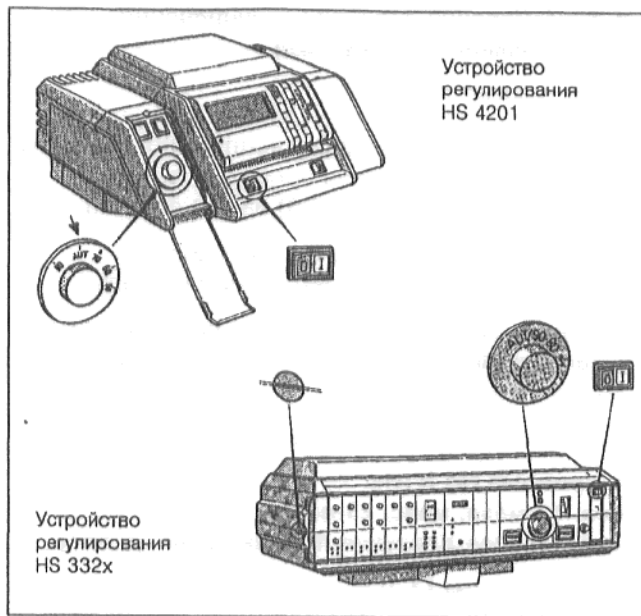
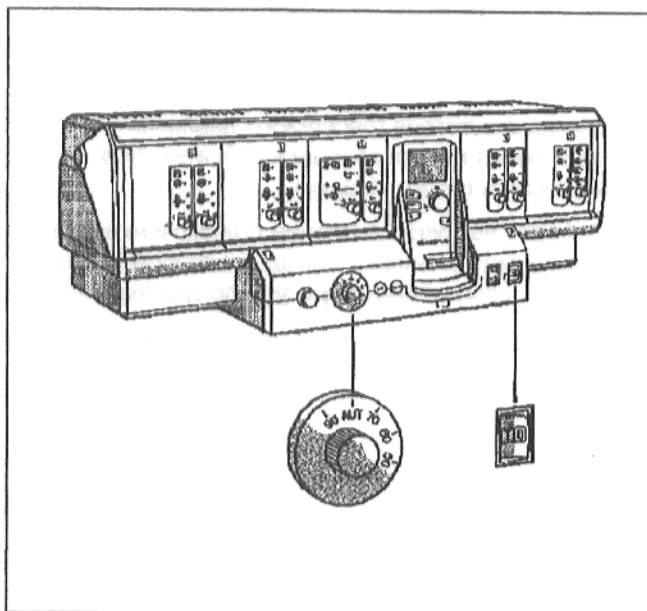

Рис. 24: Устройства регулирования HS 4201 и HS 332x
Рис. 25: Устройство регулирования 431x
- Удаление воздуха из линии подачи газа: Ослабить резьбовую пробку ниппеля контроля давления подключения и удаления воздуха на арматуре газовой горелки (Рис. 25) на два оборота. После того, как воздух перестанет выходить, закрыть обратно резьбовую пробку контрольного ниппеля.
- При устройстве регулирования HS 332x: Установить шлиц винта прозрачной крышки устройства регулирования (Рис. 24) в горизонтальное положение, например, с помощью монеты. Снять прозрачную крышку, подав ее вперед.
- Установить переключатель "Работа" (Рис. 24 или Рис. 25) в положение I (ВКЛ), для двойного котла - на обоих устройствах регулирования.
- При устройстве регулирования HS 4201: открыть левую закрывающую крышку (Рис. 24).
- **При G334 XZ:** Установить регулятор температуры воды подающей линии котла (Рис. 24 или Рис. 25) в положение "AUT" или на 80 °С. При постоянном регулировании установить на желаемую температуру (мин. 50 °С).
Установить регулятор температуры воды подающей линии котла (Рис. 24 или Рис. 25) в положение "AUT" или на 80 °С.
Установить регулятор температуры воды подающей линии (Рис. 24) одного блока котла на желаемую температуру (мин. 50 °С). В результате режим блока котла 1 (ведущий котел) определен.